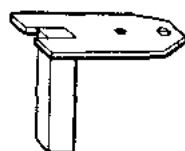

图 1-12
6. 镜架。用三合板或厚 2 毫米的航模板制作。形状如图 1-12 所示。前端为通光孔，应和镜头孔和目镜对准；中间为与镜头连接的螺丝孔。